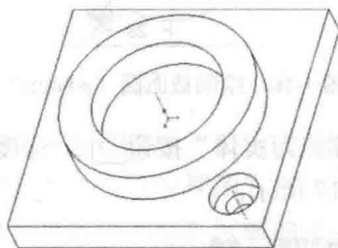

图 1-21 切除特征
(40) 单击“确定”按钮, 创建一个切除特征, 如图 1-21 所示。